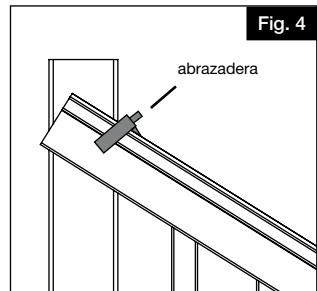

Fig. 4
- a. Coloque el tramo de barandal de escalera ya ensamblado junto a los postes instalados, dejando una distancia igual entre los extremos de los dos barrotes y fije el tramo de barandal a los postes (Fig. 4).